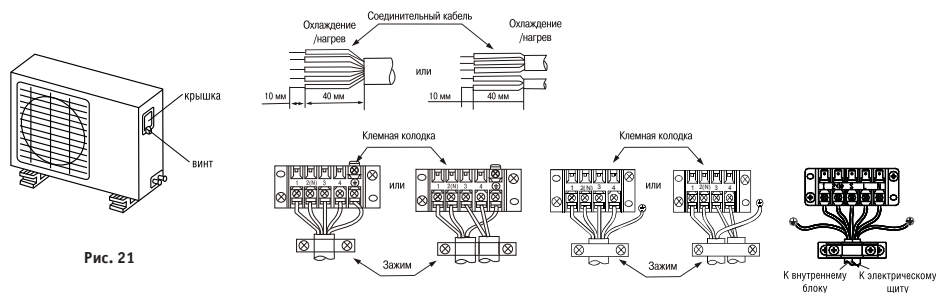

Рис. 21
1. Снимите крышку электрического отсека наружного блока (рис. 21).